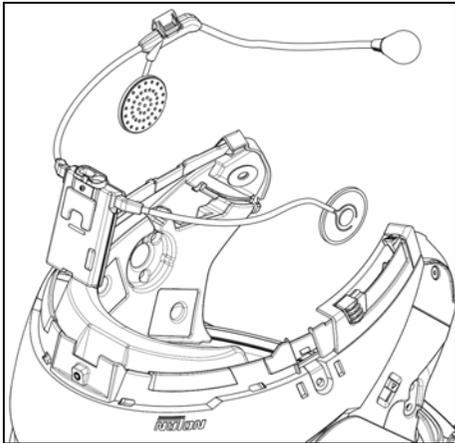

Abb. 3
- Fügen Sie das System in den eigens dafür ausgesparten Bereich auf der Helmrückseite ein und drücken Sie es bis ans Ende des Führungsschlitzes (Abb. 3).